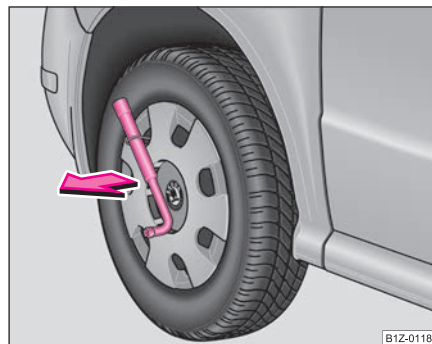

Abb. 157 Radvollblende ausbauen
- Schieben Sie den Radschlüssel durch den Bügel, stützen Sie den Radschlüssel an dem Reifen ab und ziehen Sie die Blende ab ⇒ Seite 222, Abb. 157.